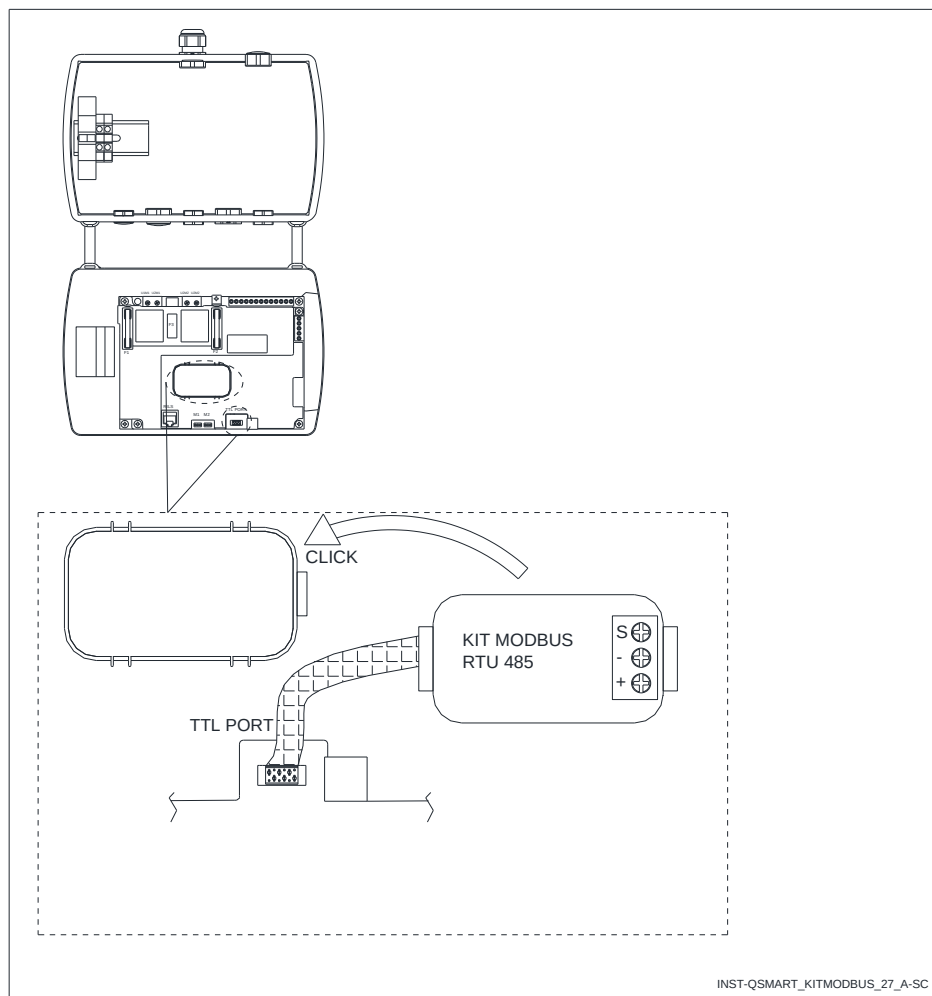

Figura 2
4. Collegare il KIT MODBUS alla porta TTL presente nel Q-SMART e fissare nell'apposito alloggiamento (vedi Figura 2).
I terminali +, -, S (porta RS485) presenti nel Kit Modbus (vedi figura 2) sono utilizzati per la comunicazione seriale con un dispositivo di controllo esterno (ad esempio PLC, BMS o PC).